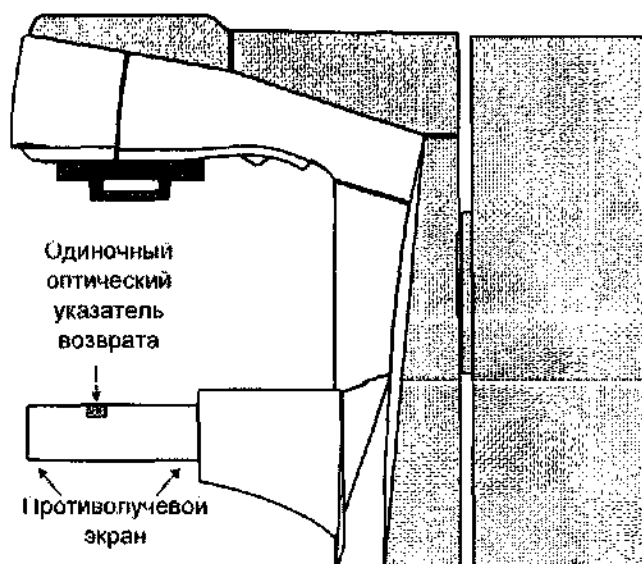
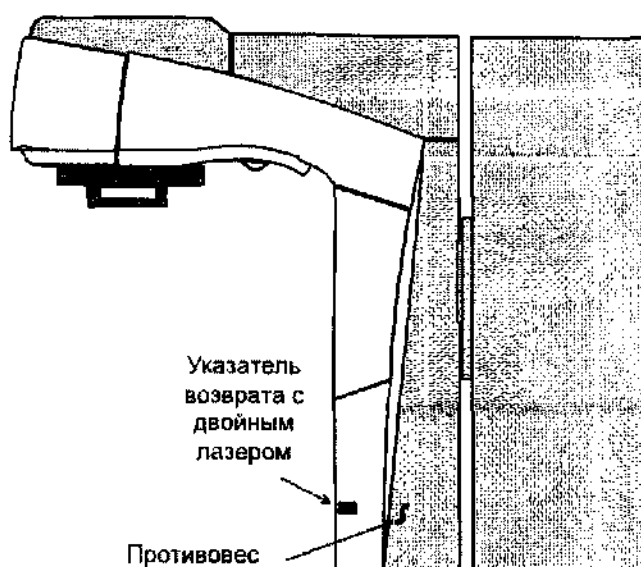

Рис. 13. Противолучевой экран и одиночный оптический проектор (указатель возврата)
Рис. 14. Система противовеса и указатель возврата с двойным лазером
- **Одиночный оптический проектор.** В системах ONCOR с противолучевым экраном рис. 13 на стр. 50 используется одиночный оптический проектор, который излучает пучок света в форме маленького креста. Центр этого креста показывает центральную ось выходящего пучка.
- **Двойной лазер.** В системах ONCOR с противовесом рис. 14 на стр. 51 используется указатель возврата с двумя лазерами, каждый из которых монтируется на противовесе и излучает плоскую световую волну. Две световые плоскости пересекаются в центральной оси выходящего пучка.
Противолучевой экран используется как альтернативное устройство в системах ONCOR Impression и Impression^{PLUS}. Он рис. 13 на стр. 50 представляет собой подвижный свинцовый барьер, который устанавливается вместо стандартного противовеса рис. 14 на стр. 51. В помещении с недостаточным экранированием противолучевой экран сможет обеспечить дополнительную защиту пациента от излучения при определенном угле поворота платформы.